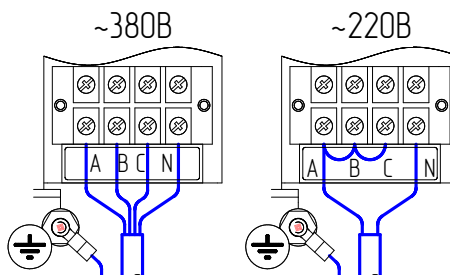

Рис.4 Схема подключения к сети
\*Выполняется согласно п.6.5 и схемы подключения к однофазной сети рис.4.
- Подключить водонагреватель к электросети 380В, 50Гц (Рис.4), для чего вводной кабель пропустить через кабельный ввод, закрепить, затянув накидную гайку кабельного ввода. Фазные провода и нулевой провод следует подключить в соответствии с маркировкой на клеммную колодку.
Для подключения ЭВПМ-4,8...9 к однофазной сети (Рис.4) необходимо выводы трех фаз на клеммной колодке объединить перемычкой (сечением не менее фазного провода) и соединить с фазным проводом сети. Сечение жил фазных и нулевых питающих проводов, должно быть не менее указанных в таблице 2.